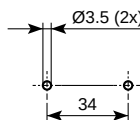

Fig. 5
- Montage in een tafel (zie Fig. 5) met behulp van de beugel voor inbouwmontage afgebeeld op pagina 63.